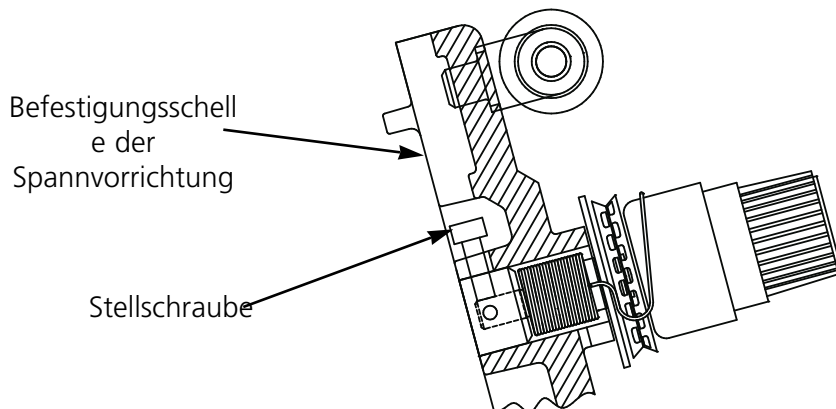

Abbildung 5-14
1. Die Stellschraube oben am Befestigungsbügel der Spanneinrichtung leicht lösen (siehe Abb. 5-14).